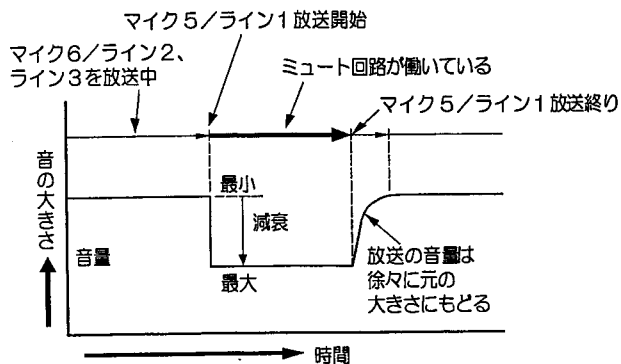

図2
- マイク5/ライン1放送時にはマイク6/ライン2入力、ライン3入力の音量が自動的に減衰します。また、放送が終わると自動的に元の音量に戻ります。(図2参照)